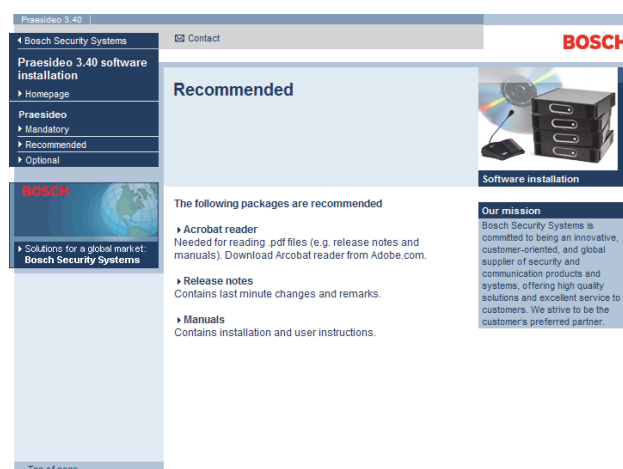

figure 38.1: Page Éléments logiciels recommandés
- 2 Cliquez sur le lien *Recommended*. Un écran semblable à celui illustré à la figure 38.1 s'affiche.